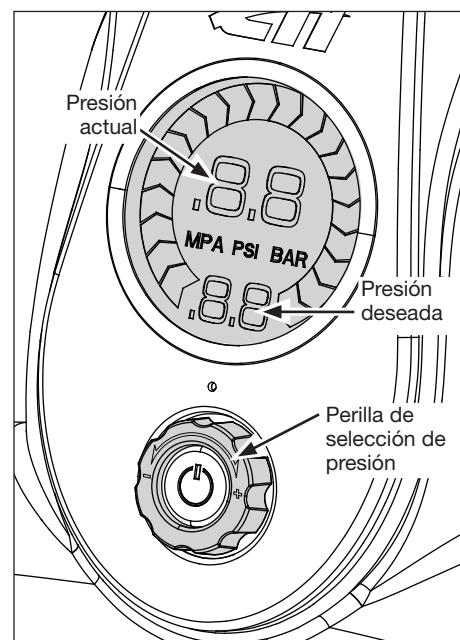

Figura 3 - Manómetro digital y perilla de selección de presión
4. Gire el dial de selección de presión hasta que el campo de la presión marque “LO” (bajo; esta configuración está justo por debajo del valor de 1,39 bar [20 psi]). (Vea la Figura 3).
6. Cuando el artículo alcanza la firmeza deseada, presione el botón de encendido otra vez para parar el inflado. La presión real se podrá leer entonces en el manómetro digital luego de que el inflador se haya detenido. (Vea la Figura 3).
4. Gire la perilla reguladora hasta alcanzar la presión deseada. (Vea la Figura 3).